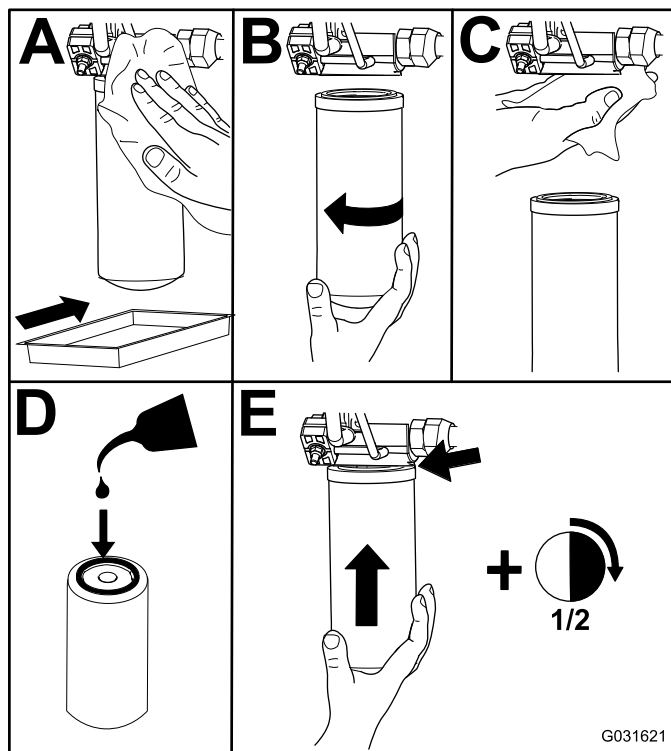

Figura 81
2. Sostituite i filtri idraulici (Figura 81).